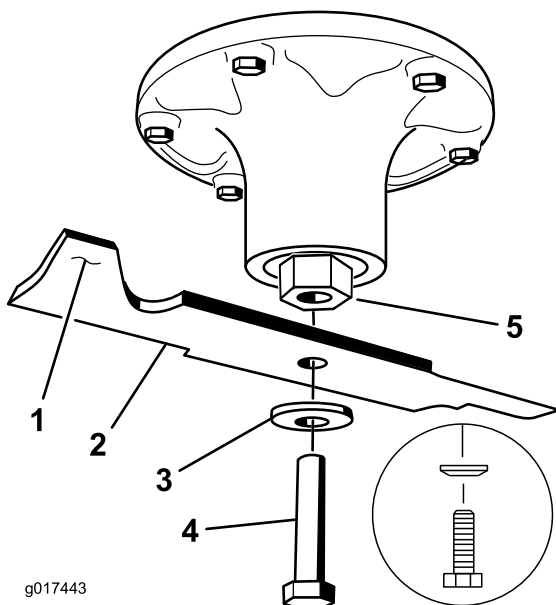

Bild 81
2. Nehmen Sie die Messerschraube, Wellenscheibe und das Messer von der Spindelwelle ab (Bild 81).